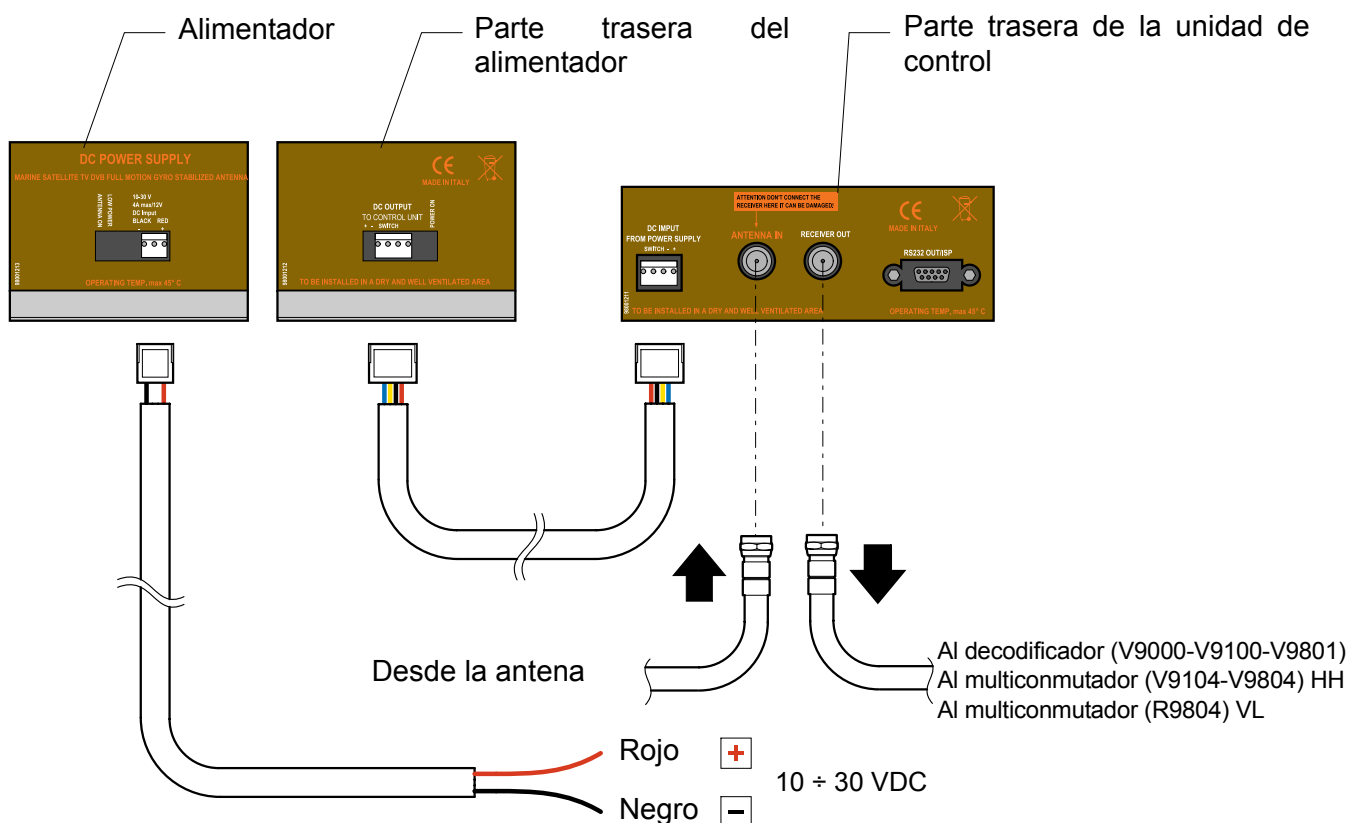
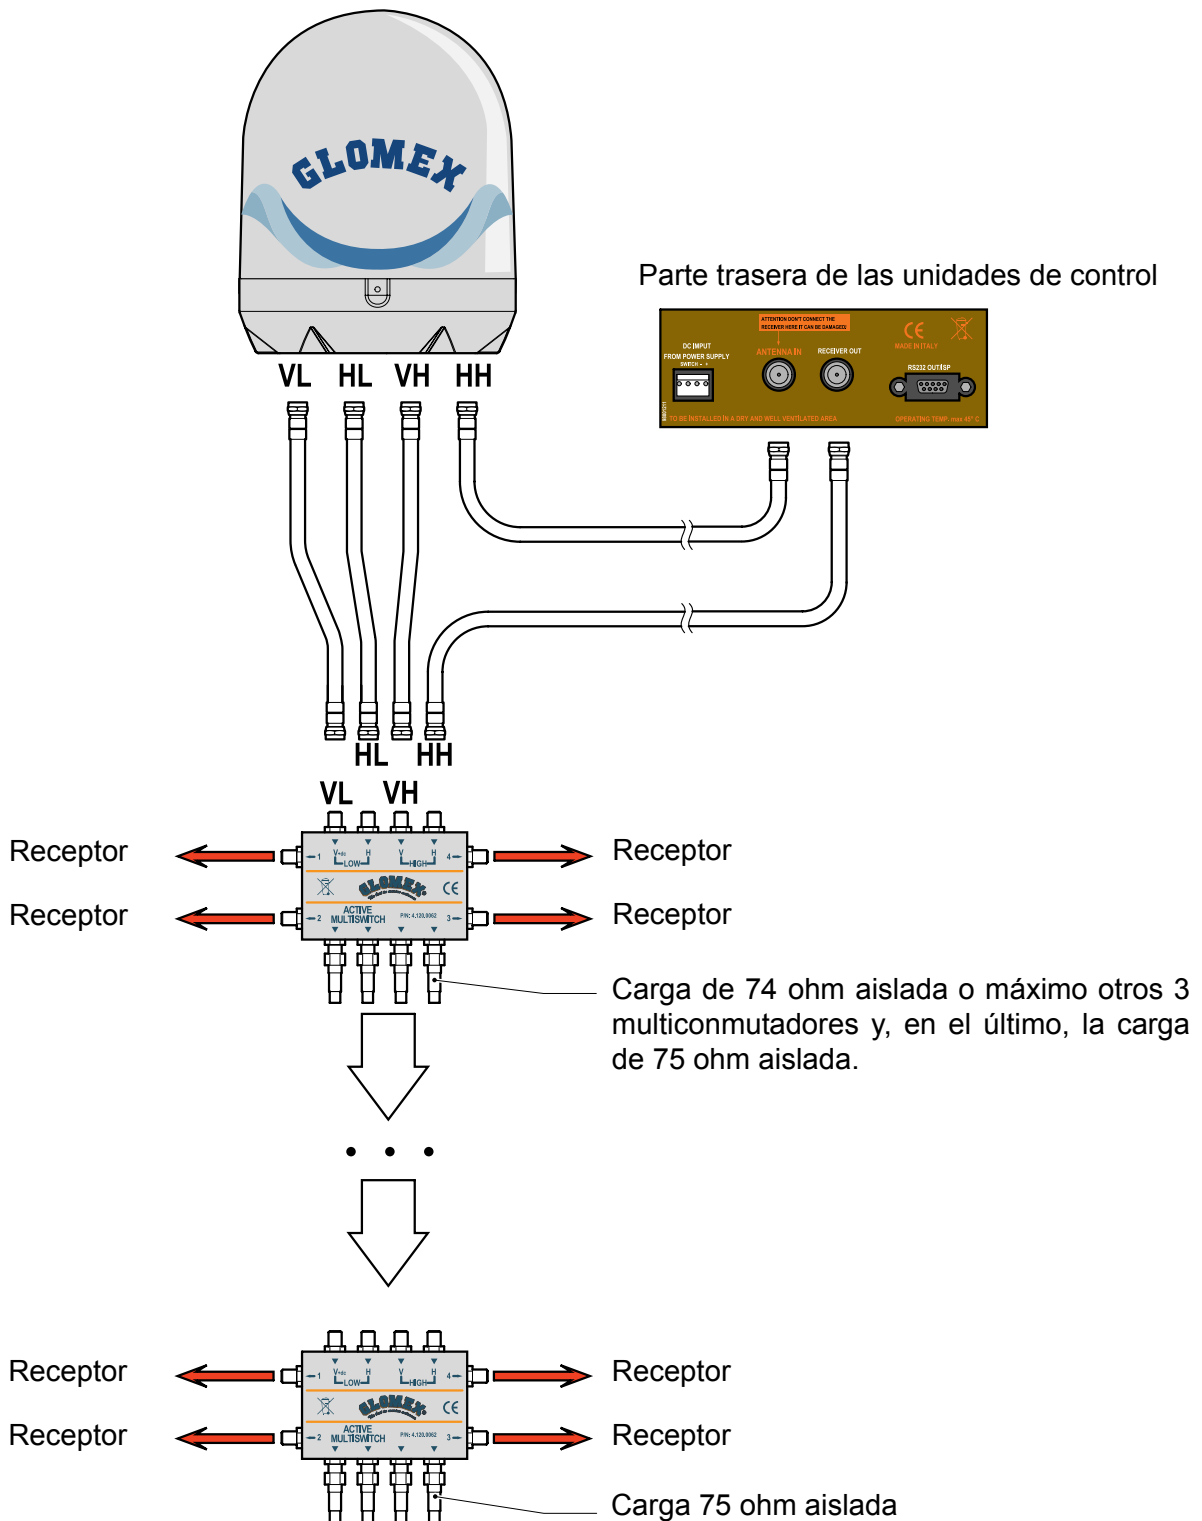

Fig. 16
Fig. 19
- Para los modelos V9104, V9104SKEW, V9804 y V9804SKEW que proveen la presencia del multiconmutador, conecte los cables según las indicaciones en Fig. 19.
8. Conecte los cables al amplificador de línea (si está disponible), al multiconmutador (si está disponible), a los receptores (no incluidos), como se indica en Fig. 1, Fig. 16, Fig. 19.